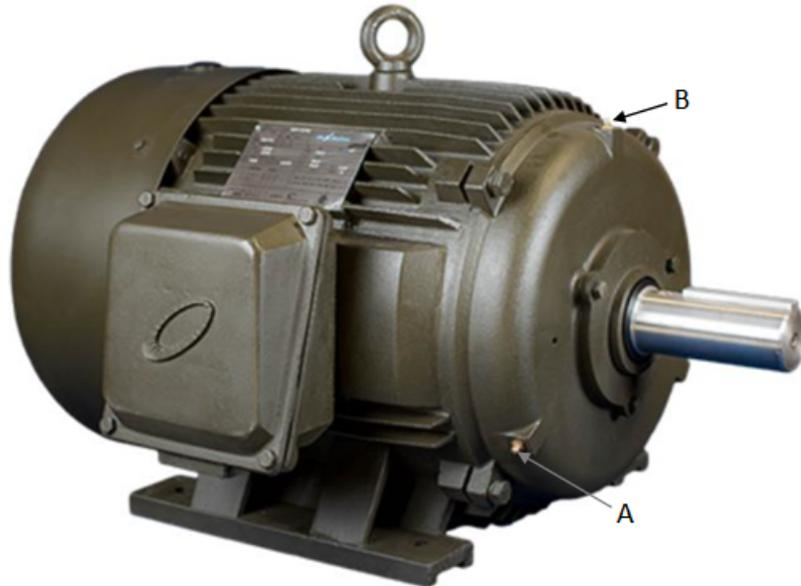

Figure 30 — Ports de graissage du moteur des vis de mélange
1. Au besoin, enlevez le raccord du port de graissage sur le côté gauche du moteur (repère A, Figure 30)
2. Pompez de la graisse dans le port de graissage sur le dessus du moteur, à l'avant (repère B, Figure 30) jusqu'à ce que de la graisse sorte par le port de graissage sur le côté gauche (repère A, Figure 30).
NOTE : Ne remettez pas de raccord ou de bouchon sur le port de graissage sur le côté gauche (repère A, Figure 30).